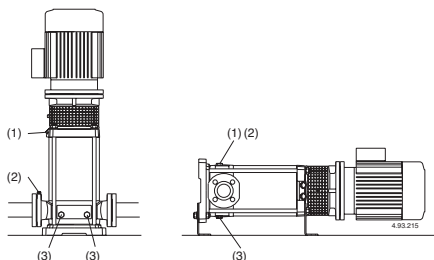

Fig. 4 (1) Llenado y purga
Con la **bomba por encima del nivel de agua** a elevar, (funcionamiento en aspiración, (**Fig. 3A**), o con una carga insuficiente, (inferior a 1 m) para abrir la válvula de retención, llenar el tubo de aspiración y la bomba a través del orificio (1) (**fig. 4**).
(2) Purga aspiración
(3) vaciado
Con el **nivel de agua en aspiración por encima de la bomba**, (funcionamiento bajo carga, **fig. 3B**), llenar la bomba abriendo lentamente y completamente la compuerta del tubo de llegada teniendo la compuerta de la impulsión abierta y también los agujeros de purga (1), (2) (**fig. 4**) para hacer salir el aire.
Cerrar los agujeros de purga (1), (2) (**fig. 4**), para MXV-B, MXV(L) 25-32-40 und MXV(L)4 25-32-40 Atornillar los tornillos tipo pasador (17.17) del tapón de vaciado (14.12) (**fig. 4b**), y cierre el orificio de purga (14.04).
Si se verifica una pérdida del cebado, (interrupción en el flujo de impulsión, estando las compuertas abiertas), o si se nota una oscilación de la presión indicada en el manómetro, repetir el purgado del lado aspiración (2) verificar que todas las juntas del tubo de aspiración estén perfectamente herméticas y cerrar el tornillo de cebado (2), y los tornillo de vaciado (3) en el lado de aspiración (**fig. 4**).
Posiblemente, como el caso de empleos temporales con líquidos sucios, hacer funcionar brevemente la bomba con agua limpia para remover los depósitos. O bien, después del vaciado proseguir con un lavado metiendo agua (al menos 40 litros) en el agujero de llenado (1) lado impulsión y dejándola salir por el agujero de vaciado (3) lado aspiración (**fig.4**).
Antes del desmontaje desconectar el cable de la caja bornes, cerrar las válvulas en aspiración e impulsión y vaciar el cuerpo bomba, (**fig. 4**)